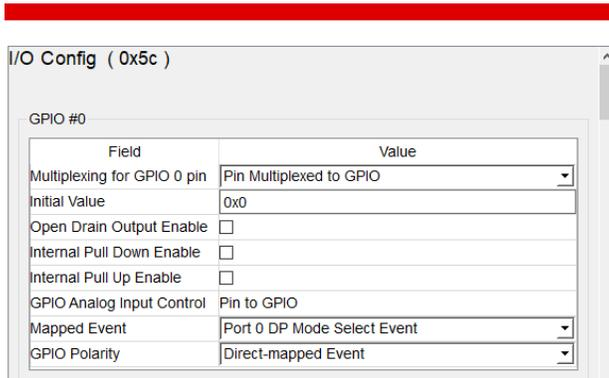

図 63. TPS6598X シリーズの GUI ツール
**ソリューション:** テキサス・インスツルメンツの PD コントローラの構成プロセスは簡潔であり、最小限のコーディングしか必要としません。TPS6598X シリーズの場合、テキサス・インスツルメンツのアプリケーションカスタマイズ GUI (Graphical User Interface) ツールをダウンロードすることで、エンドユーザーは構成設定を簡単に変更し、または I2C 経由で PD コントローラとやり取りできます。図 63 に、TPS6598X シリーズの GUI ツールを使って GPIO (汎用入出力) 設定を構成する際のスクリーンショットを示します。